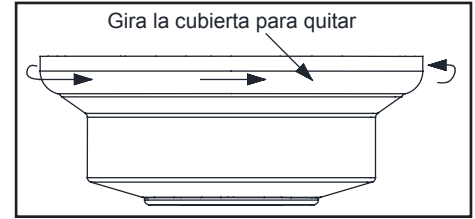

Figura 8
1. Retira el aro de la cubierta, girándolo a la derecha hasta que se libere. (Figura 8)